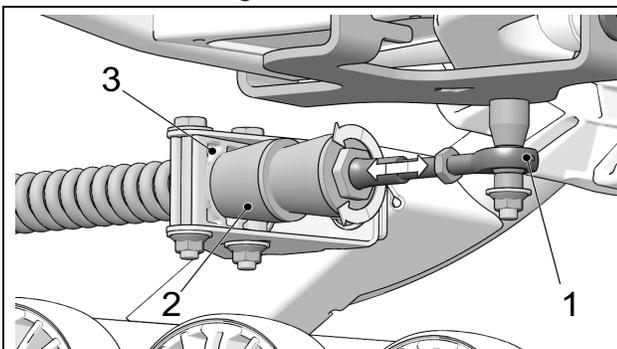

Abbildung 18
- Drehen Sie die Mutter des Stabilisierungsarms, um die Länge des Stangenkopfes (1) einzustellen und dafür zu sorgen, dass der Gummikegel/Gummidämpfer (2) leichten Druck auf die Verdrehungssicherung-Halterung (3) ausübt. Abbildung 18.